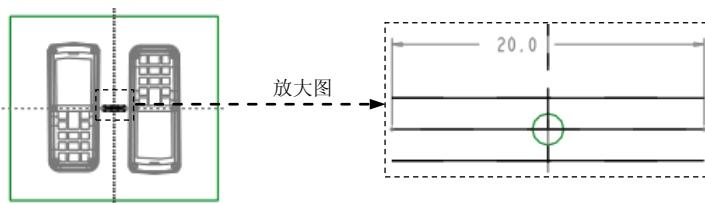

图 31.11 截面草图
Step6. 绘制截面草图。进入草绘环境后，选取MOLD_FRONT基准平面和MOLD_RIGHT基准平面为草绘参考；绘制图31.11所示的截面草图(即一条中间线段)。完成特征截面的绘制后，单击“草绘”操控板中的“确定”按钮✓。